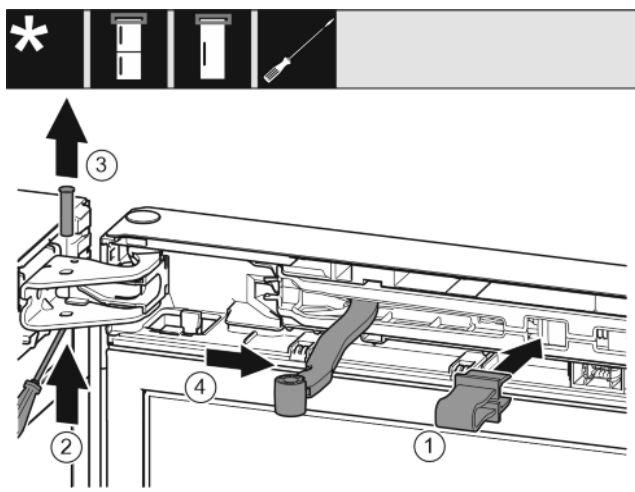

Fig. 7
- Pattintsa be a biztosítékot a nyílásba. Fig. 7 (1)
- Tolja ki a csapszeget csavarhúzóval. Fig. 7 (2)
- Vegye ki a csapszeget felfelé. Fig. 7 (3)
- Forgassa az ajtó irányába a csuklót. Fig. 7 (4)